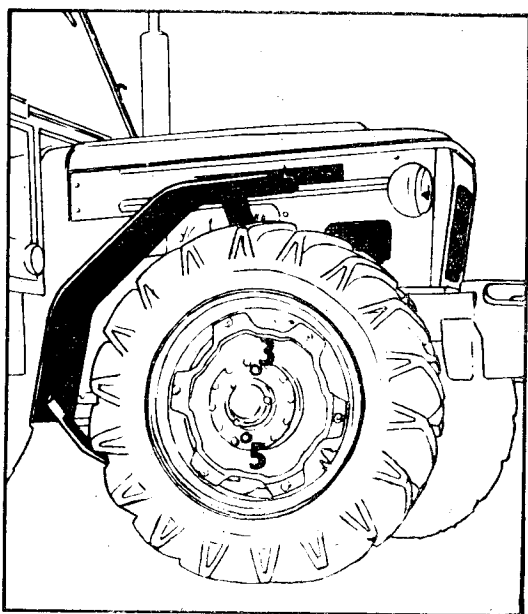

Fig. 11
- 21. Trou de remplissage de l'huile dans les réducteurs (fig. 11/3).
- 22. Trou de vidange de l'huile hors les réducteurs (fig.11/5).